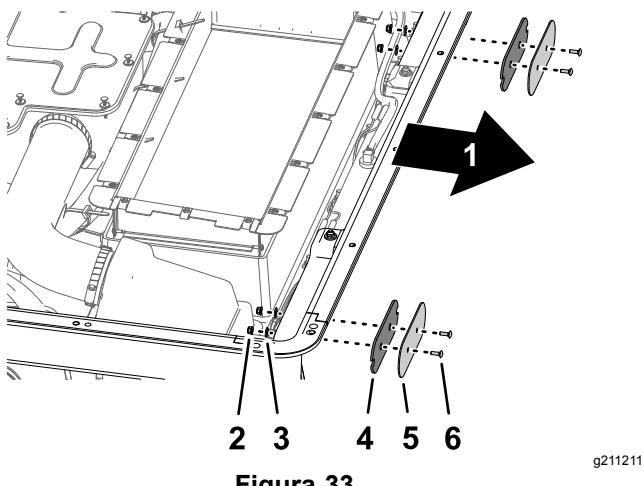

Figura 33
1. En la parte delantera del guarnecido, retire los 2 pernos de cuello cuadrado (N° 10 x 5/8"), 2 arandelas (N° 10) y 2 tuercas con arandela prensada (N° 10) que sujetan la tapa y la junta de la luz delantera al guarnecido, y retire la tapa y la junta (Figura 33).
1. En la parte trasera del guarnecido, retire los 2 pernos de cuello cuadrado (N° 10 x 5/8"), 2 arandelas (N° 10) y 2 tuercas con arandela prensada (N° 10) que sujetan la tapa y la junta de la luz trasera al guarnecido, y retire la tapa y la junta (Figura 33).